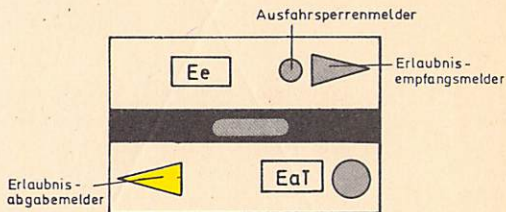

Bild 28 Erlaubnis abgegeben; Ausfahrtsignale gesperrt
- (2) Die Erlaubnis wird durch Bedienen der Erlaubnisabgabegruppentaste und der Erlaubnisabgabetaaste abgegeben. Voraussetzung ist, daß keine Zugstraße auf das betreffende Streckengleis eingestellt ist, alle Blockabschnitte frei sind und keine Störung vorliegt. Mit der Erlaubnisabgabe werden die auf die Strecke weisenden Hauptsignale gesperrt; der Erlaubnisabgabemelder leuchtet gelb, der Erlaubnisempfangsmelder wird dunkel (vgl. Bild 28).